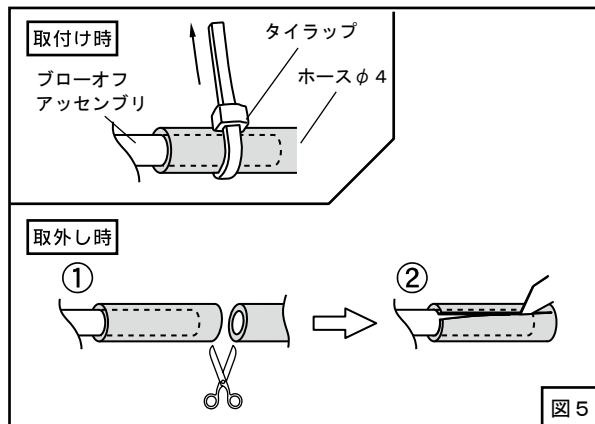

図5
- (7) ブローオフアッセンブリのニップル部に取付けたホースφ4をタイラップ（小）で縛り、固定してください。（図4、図5）
ブローオフアッセンブリを取り外す時など、ホースφ4をブローオフアッセンブリから抜く際は、タイラップを外した後、一度ホースφ4を切断し切り込みを入れてから取外してください。（図5）